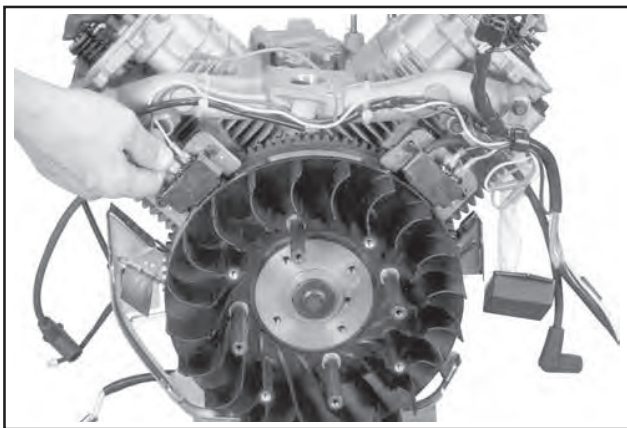

Abbildung 9-46. Abnahme der Kabel von den Zündmodulen.
1. Das/die Kabel(*) von allen Zündmodulen trennen. Siehe Abbildung 9-46. *Die Module für andere als Zündanlagen SMART-SPARKTM verfügen nur über ein Hauptkabel.